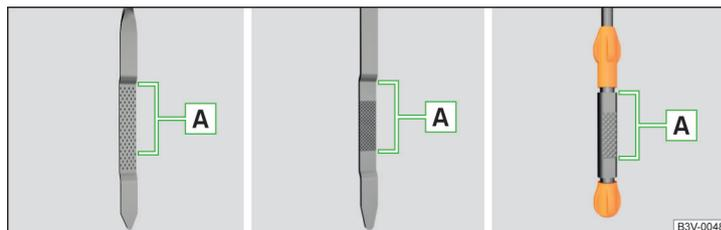

Abb. 199 Prinzipdarstellung: Ölmesstab
## Ölmesstab » Abb. 199
- Der Ölstand darf keinesfalls oberhalb oder unterhalb des Bereichs **A** » Abb. 199 liegen - es besteht die Beschädigungsfahrer! Den Motor abstellen und die Hilfe eines Fachbetriebs in Anspruch nehmen.